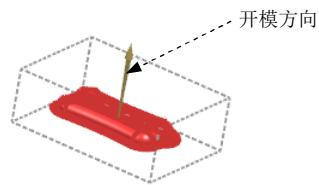

图 1.8 开模方向
Step2. 在“模具分型工具”工具条中单击“检查区域”按钮 ，系统弹出“检查区域”对话框，并显示如图 1.8 所示的开模方向，选中 **保持现有的** 单选按钮。
说明：图 1.8 所示的开模方向可以通过“检查区域”对话框中的 **指定脱模方向** 按钮和“矢量对话框”按钮  来更改，本实例在前面定义模具坐标系时已将开模方向设置好，所以系统会自动识别出产品模型的开模方向。